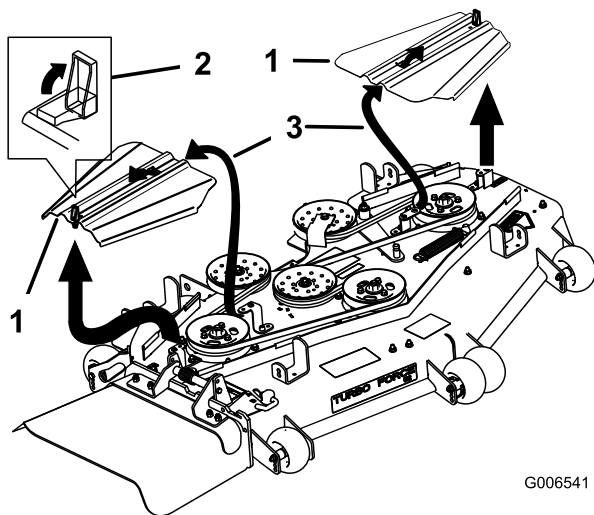

Figure 64
3. Retirez les couvercles de courroie (Figure 64).